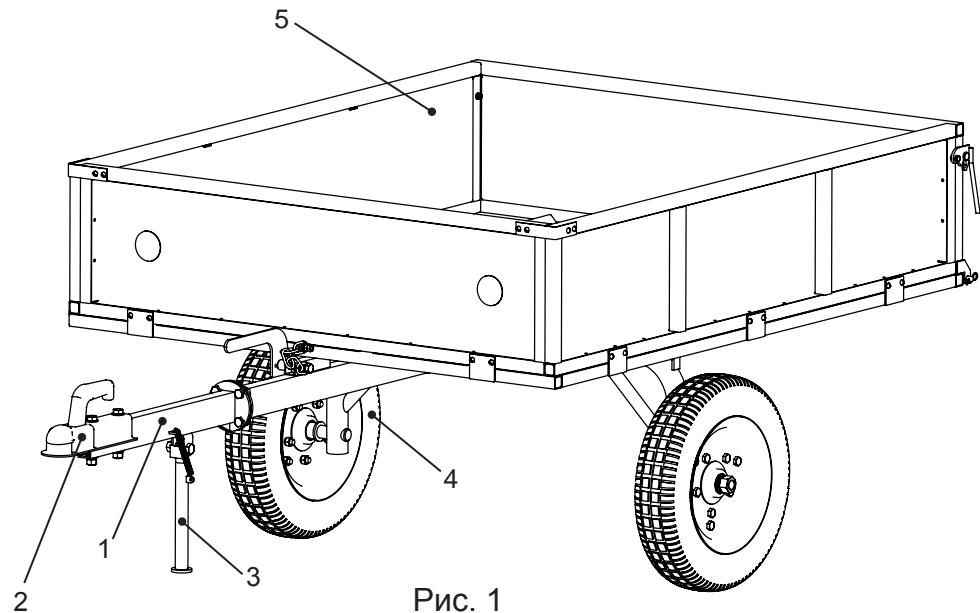

Рис. 1
3.1 Тележка прицепная ТПМ-К одноосная, не подпрессорена, общий вид тележки представлен на рис. 1. Кузов (5), опрокидывающийся (вручную) металлический с открывающимся, съемным задним бортом.